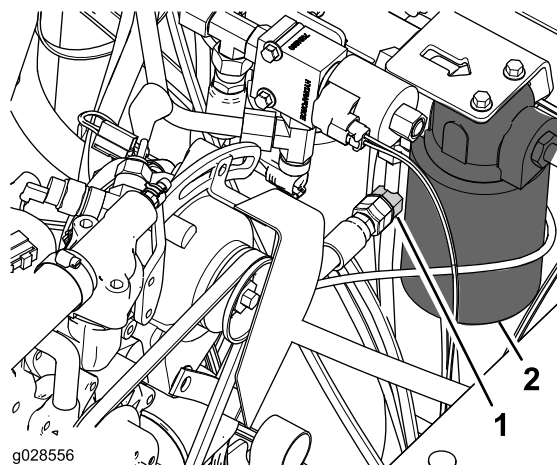

Figura 8
- Retire a tampa da união em T no tubo hidráulico junto do filtro de óleo da transmissão (Figura 8).
- Ligue a extremidade livre do tubo (3/8 x 56,6 pol.) na união em T (Figura 8) e aperte a porca articulada do tubo com 37 a 45 N-m.
- Ligue a extremidade livre do tubo (3/8 x 85,2 pol.) na união em T (Figura 8) e aperte a porca articulada do tubo com 37 a 45 N-m.